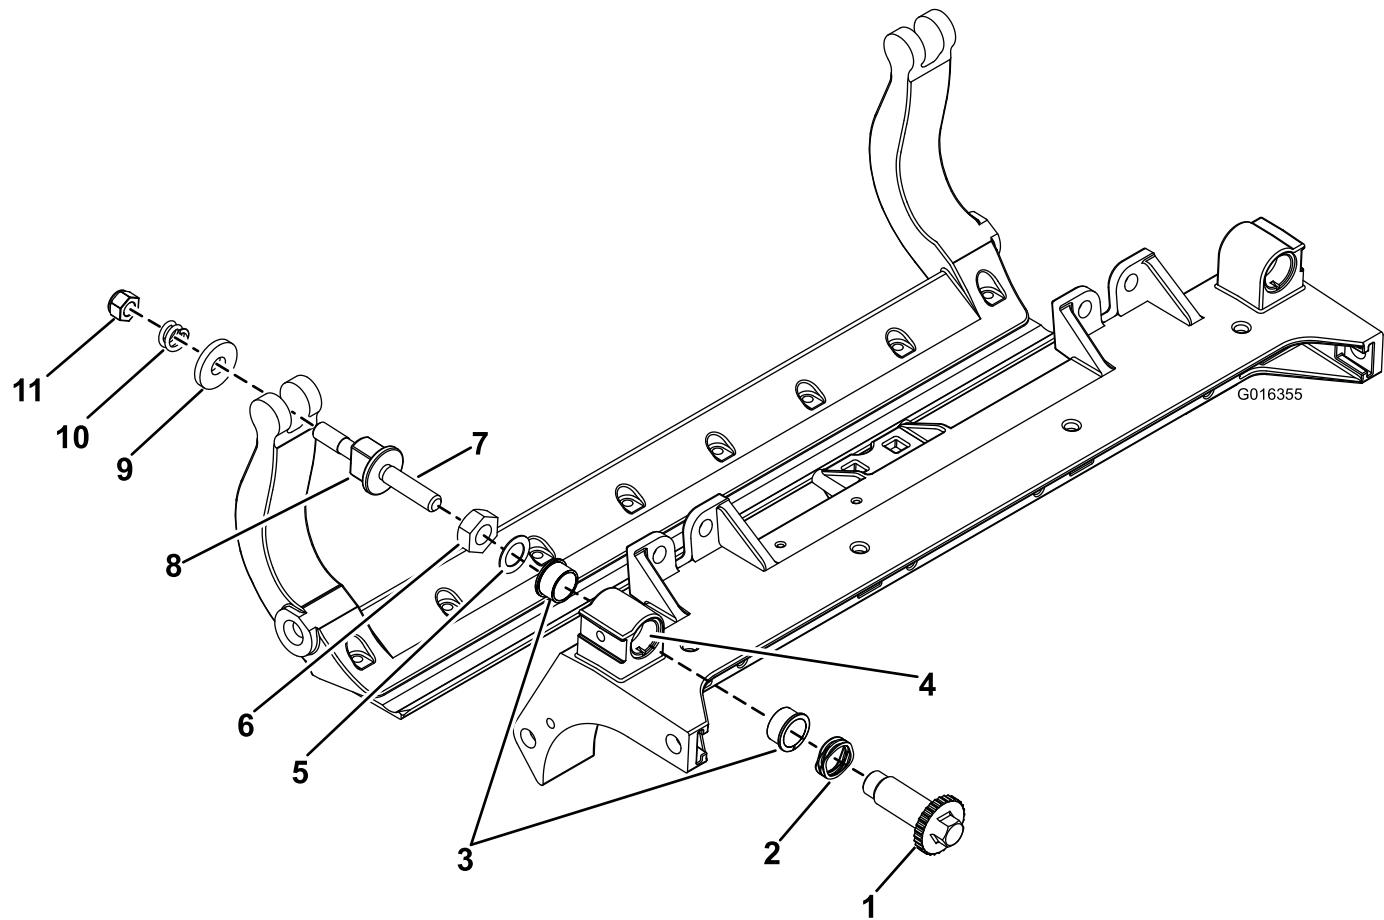

Bild 35
- B. Legen Sie eine Stahlscheibe außen auf jede Nylonscheibe (Bild 35).
1. Entfernen Sie alle Teile, siehe *Installationsanleitung* für das HD-DPA-Kit, Modellnr. 120-7230, und Bild 35.
2. Tragen Sie ein Gleitmittel innen im Büchsenbereich am mittleren Schneideeinheitrahmen auf (Bild 35).
3. Fluchten Sie die Keile an den Flanschbüchsen mit den Schlitten im Rahmen aus und setzen Sie die Büchsen ein (Bild 35).
4. Legen Sie eine Wellenscheibe auf die Einstellerwelle und schieben Sie die Einstellerwelle auf die Flanschbüchsen im Rahmen der Schneideeinheit (Bild 35).
5. Befestigen Sie die Einstellerwelle mit einer Flachscheibe und einer Sicherungsmutter (Bild 35). Ziehen Sie die Sicherungsmutter mit 20-27 N·m an.